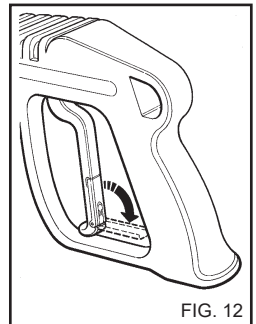

FIG. 12
- Quando a máquina de jato de água a alta pressão não for utilizada, feche o dispositivo de segurança do punho (fig.12).